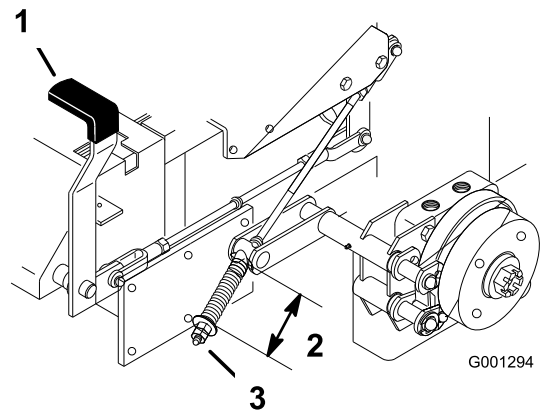

Figura 69
2. Misurate la lunghezza della molla. La misura tra le rondelle deve essere di 64 mm (Figura 69).
3. Nel caso in cui occorra effettuare una regolazione, rilasciate il freno di stazionamento, allentate il controdado sotto la molla e serrate il dado immediatamente sottostante la molla (Figura 69). Girate il dado fino ad ottenere la misura esatta. Girate il dado in senso orario per accorciare la molla, o in senso antiorario per allungarla.